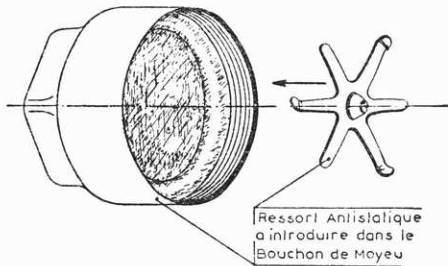

FIG. 12
a) Mettre dans les chapeaux de moyeu des roues AV. un frotteur élastique en prenant bien soin d'écarter la goupille sur le côté de l'écrou du moyeu pour que le frotteur ne risque pas d'être entraîné et mis hors d'usage fig. 12. Les chapeaux de moyeu se dévissent et sont accessibles après démontage de la roue.